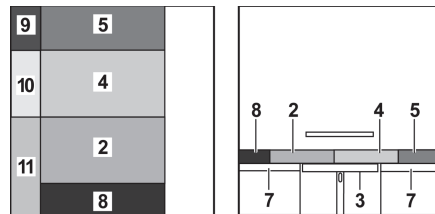

Fig. 124 Après la transformation
- Tirer les coussins d'assise (Fig. 124,2 et 4) vers l'avant et le milieu.
- Placer le coussin de dossier (Fig. 124,5) entre le coussin d'assise et la cloison.
- Placer le coussin supplémentaire (Fig. 124,8) entre le coussin d'assise et la cloison.
- Placer les coussins supplémentaires (Fig. 124,9, 10 et 11) entre les coussins disposés sur la table, et entre le plateau d'assise et la cloison.